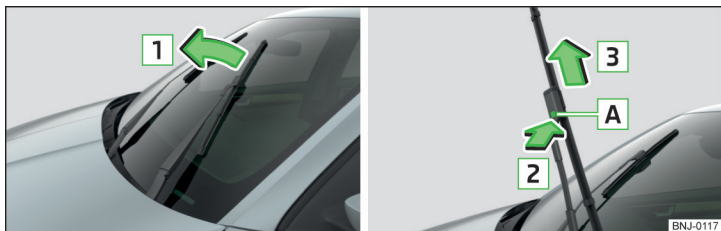

Fig. 197 Spazzola tergicristallo per parabrezza
- Sollevare il braccio del tergicristalli dal cristallo in direzione della freccia **1** » fig. 197.